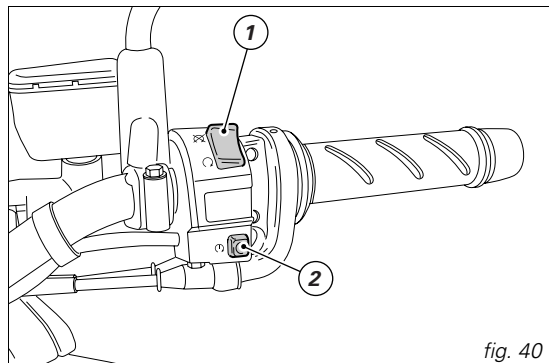

fig. 40
- I** 2) Accertarsi che l'interruttore d'arresto (1, fig. 40) sia nella posizione  (**RUN**), premere quindi il pulsante avviamento (2).